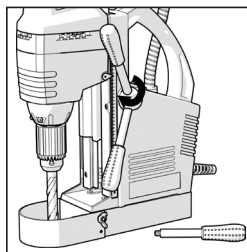

Fig. 1
- Fije los tres mangos en el saliente del eje y asegúrese de que se han atornillado completamente. **(Fig. 1)**